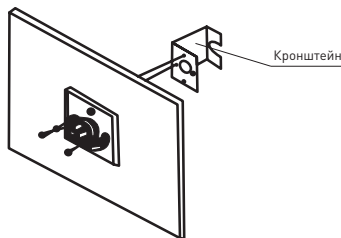

Рис. 8
- деякі компоненти та кронштейн (У-подібний кронштейн на правих дверцятах спрямований вправо, а на лівих дверцятах – вліво) необхідно встановити на двері шафи гвинтами 3-M4x16, оснащеними контргайками (Рис. 8);